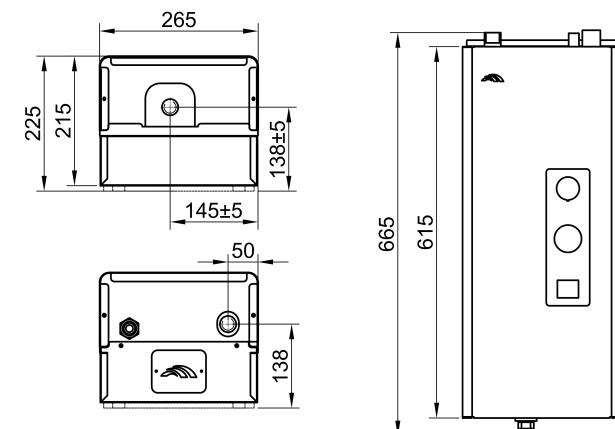

Рисунок 2 – КЕО-Комфорт+ 4,5-12 кВт Габаритні розміри
5.1 КЕО є конструкцією, що складається з окремих вузлів, розміщених в сталевому корпусі форми паралелепіпеда (рис.2). Корпус є конструкцією, сприймаюча навантаження, яке виникає при експлуатації і транспортуванні.